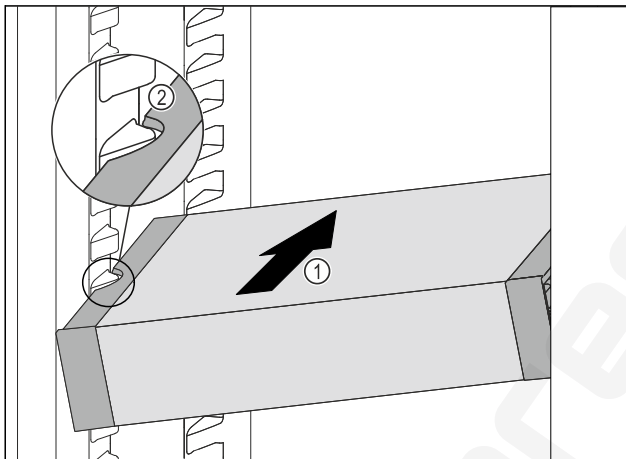

Fig. 78
- ▶ A VarioSafe fiókot ferdén tolja be a hűtőrészbe Fig. 78 (1) annyira, hogy a VarioSafe oldalsó kivágásai Fig. 78 (2) a hűtőrészben a tartóborda magasságában legyenek.